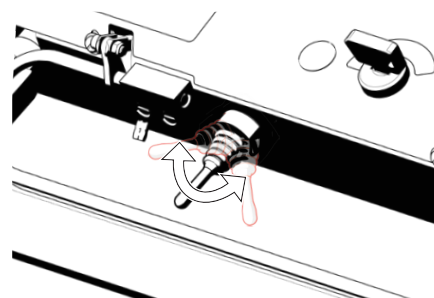

Fig. 14D - Usare l'interruttore di azionamento per selezionare il tipo di azionamento (ossia a impulsi o continuo)
5. Usare l'interruttore di azionamento per attivare il motore di azionamento (Fig. 14D). In alternativa, selezionare "Avvio/arresto dell'azionamento" sul display.